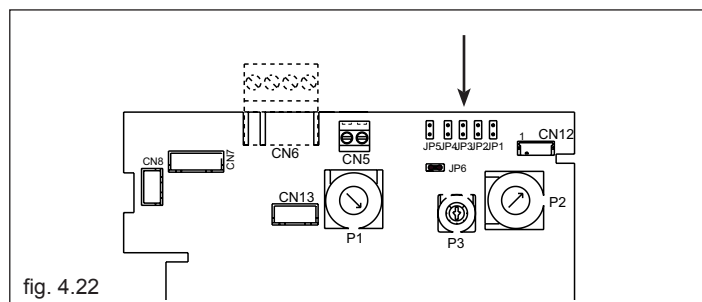

fig. 4.22
- sulla scheda di controllo (fig. 4.22):